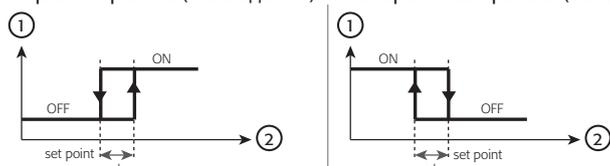

Рис. 4.a
- r3=0: прямой режим с размораживанием. Когда датчик температуры № 1 регистрирует превышение заданной температуры, термостат формирует запрос включения компрессора. В этом режиме также поддерживается функция размораживания (так называемый режим "охлаждения", см. Рис. 4.a)
- r3=1: прямой режим без размораживания (Рис. 4.a)
- r3=2: реверсивный режим без размораживания (Рис. 4.a) Когда датчик температуры № 1 регистрирует понижение температуры ниже заданной, термостат формирует запрос включения компрессора. В этом режиме НЕ поддерживается функция размораживания (так называемый режим "обогрева", см. Рис. 4.a).